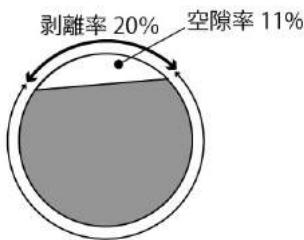

図3 シース管グラウト未充填箇所
(6) 最小探知能力(図3)：OLSON 社による試験の結果によると、シース管内の空洞の最小探知能力は、空隙率(管断面積に占める空洞断面積の割合)では 11%，剥離率(管円周に対する剥離している円周の割合)では 20%となっています。